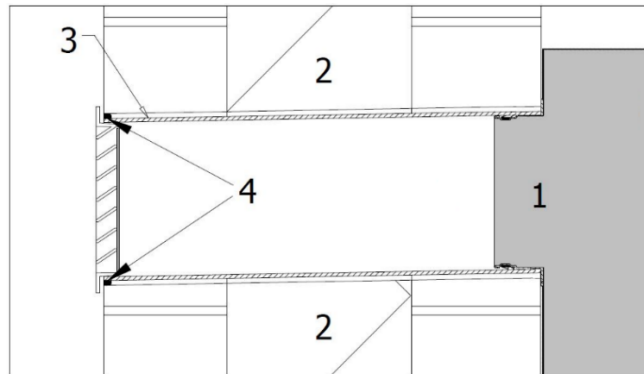

Abbildung 30: Abdichten der Fugen rund um die Kanäle, Schnittzeichnung
Hinweis: Abbildung 30 zeigt ein Gerät mit durch die Wand verlegten Außenluft- und Fortluftkanälen.
Abbildung 30 ist eine Schnittzeichnung, die eine Wand mit einem Kanalloch und Kanalanschlüssen zeigt. Das Gerät wird an der Innenwand installiert, also im grauen, mit Nummer ,1' gekennzeichneten Bereich auf der rechten Seite.
1. Tragen Sie Dichtungsmittel auf die Kanalauschenkanten auf, siehe ,4' in Abbildung 30 oben.